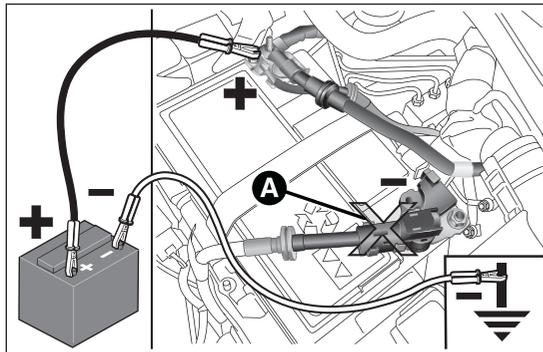

fig. 107
- brancher les bornes positives (signe + à proximité de la borne) des deux batteries à l'aide d'un câble spécial fig. 107 ;